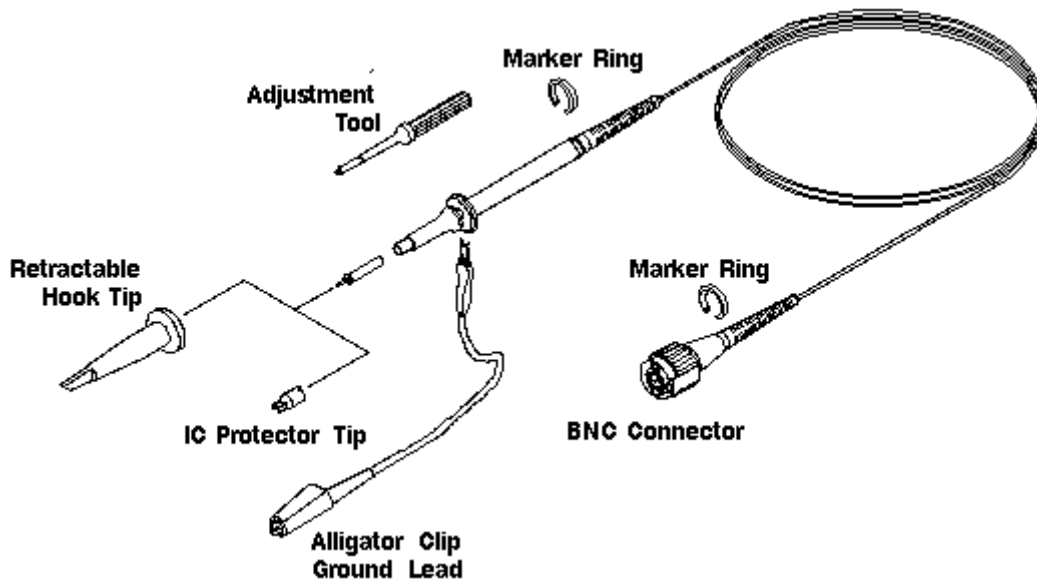

Figura 30: Ponta de prova passiva e seus acessórios ([Tektronics, 1997a])
- Uma ponta de prova tem uma ligação de sinal (*retractable hook tip*, na Figura 30) e uma ligação de massa (*alligator clip ground lead*, na Figura 30).
Dado que tensão eléctrica significa diferença de potencial entre dois pontos de um circuito eléctrico, para efectuar uma medição de tensão, é necessário que o osciloscópio tenha “acesso” a dois potenciais eléctricos. Um dos potenciais é obtido pelo terminal de sinal da ponta de prova (*retractable hook tip*, na Figura 30). O outro é obtido através do terminal de massa da ponta de prova (*alligator clip ground lead*, na Figura 30).
A maior parte das pontas de prova passivas (Figura 30) têm um factor de atenuação, isto é, atenuam o sinal de entrada de 10X (lê-se dez vezes) ou 100X. Por convenção, os factores de atenuação têm o X depois do factor (tal como as pontas atenuadoras de 10X). Opostamente, factores de amplificação têm o X primeiro, tal como o caso dos comandos de amplificação vertical de X5 (14 e 15 na Figura 2).